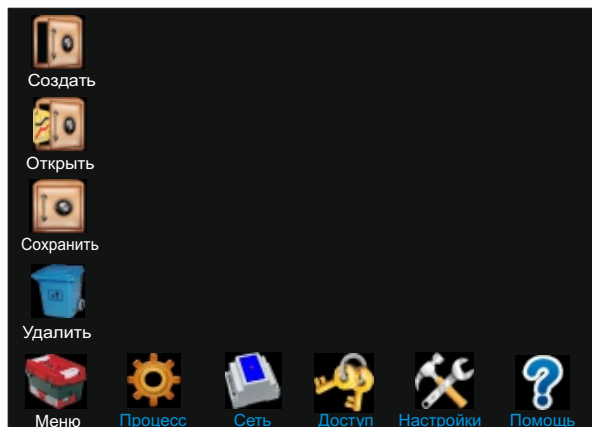
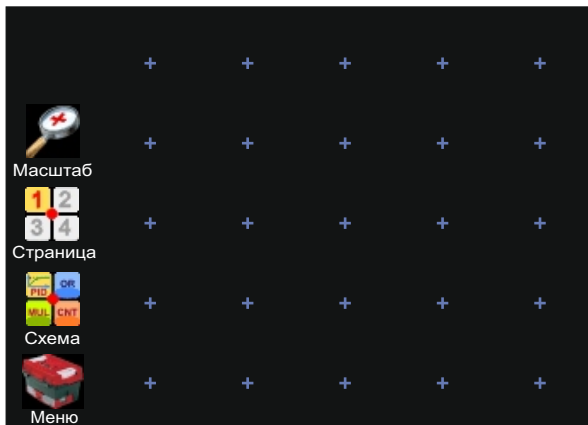

Рис. 2. Основное меню
Рис. 7. Окно программирования
6.4 Для входа в основное меню - нажмите на пиктограмму "Меню", после чего экран приобретет вид, изображенный на Рис.2.
7.3.2 В основном меню контроллера нажмите на пиктограмму "Создать" (Рис. 2), после чего рядом с ней появится пиктограмма "Схема", после выбора которой открывается окно программирования, состоящее из поля программирования с обозначенными местами установки функциональных блоков и нескольких обслуживающих пиктограмм: **Схема**, **Страница**, **Группа** (Рис. 7).